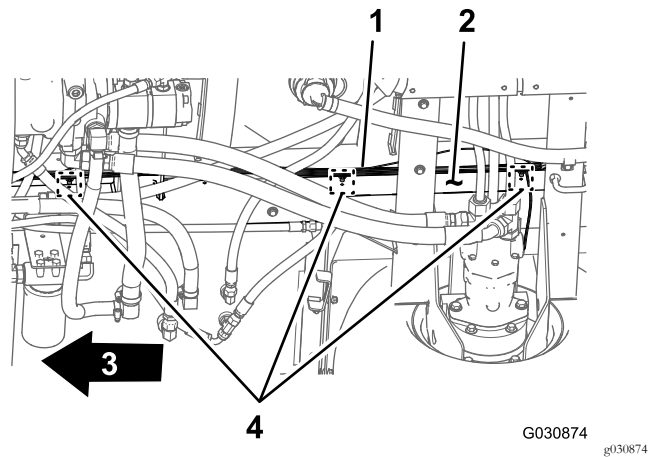

Figura 103
3. Diramazione di 168 cm (66 poll.) del cablaggio preassemblato del cablaggio elettrico in avanti, lungo il tubo del telaio di destra (Figura 103).
4. Inserite i 3 dispositivi di fissaggio a spinta della diramazione di 168 cm (66 poll.) del cablaggio preassemblato posteriore nei fori nel tubo del telaio di destra (Figura 103) dove sono stati rimossi i dispositivi di fissaggio a spinta del vecchio cablaggio preassemblato posteriore; fate riferimento al passaggio 3 in Scollegamento del cablaggio anteriore e posteriore (pagina 11).